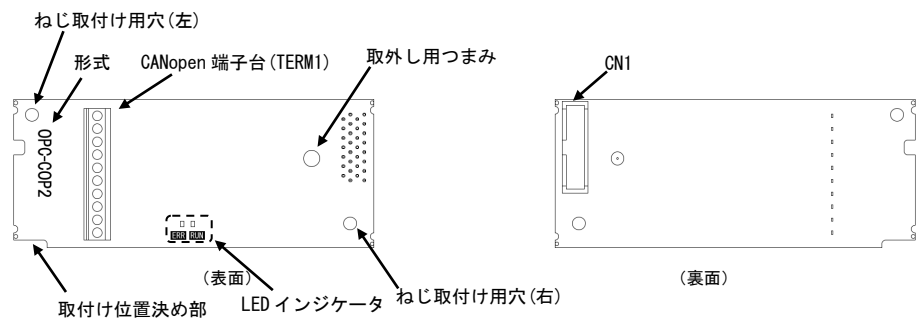
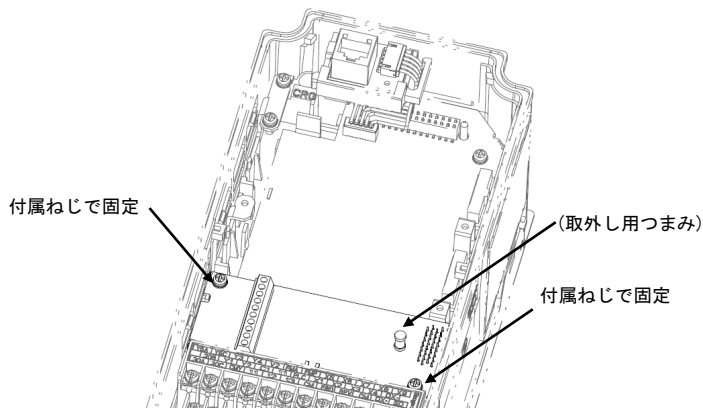

図 2.1 CANopen 通信カードの各部の名称
図 3.3 取付け完了 (FRENIC-MEGA シリーズ A-port 取付け時)
- (1) 通信カード、ねじ (M3×8:2 本)、取扱説明書 (本書) が入っていることを確認してください。
- (2) 通信カード上の部品の異常、凹み、反りなど輸送時での破損がないことを確認してください。
- (3) 通信カード上に形式「OPC-COP2」が印刷されていることを確認してください。(図 2.1 参照)
CANopen 通信カードの各部の名称を図 2.1 に示します。
- 通信カードの裏面 (図 2.1) の CN1 を、インバータの接続ポートへ差し込み、付属ねじで固定して下さい。(図 3.2)
注意 通信カードの取付け位置決め部 (図 2.1) がツメ (図 3.2 ①) にセットされ、CN1 (図 3.2 ②) が確実に差し込まれていることを確認してください。図 3.3 は取付け完了を示します。
通信カードを取り外す際は、ねじを2ヶ所外し、取外し用つまみ(図 3.3 を参照)を引っばって取り外してください。